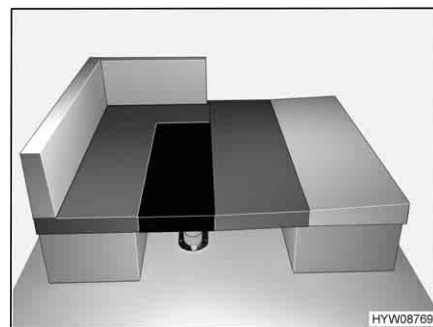

Fig. 75 Dopo la trasformazione
- Posizionare il cuscino aggiuntivo (raffigurato in nero) tra i cuscini del divano, come nella Fig. 75.